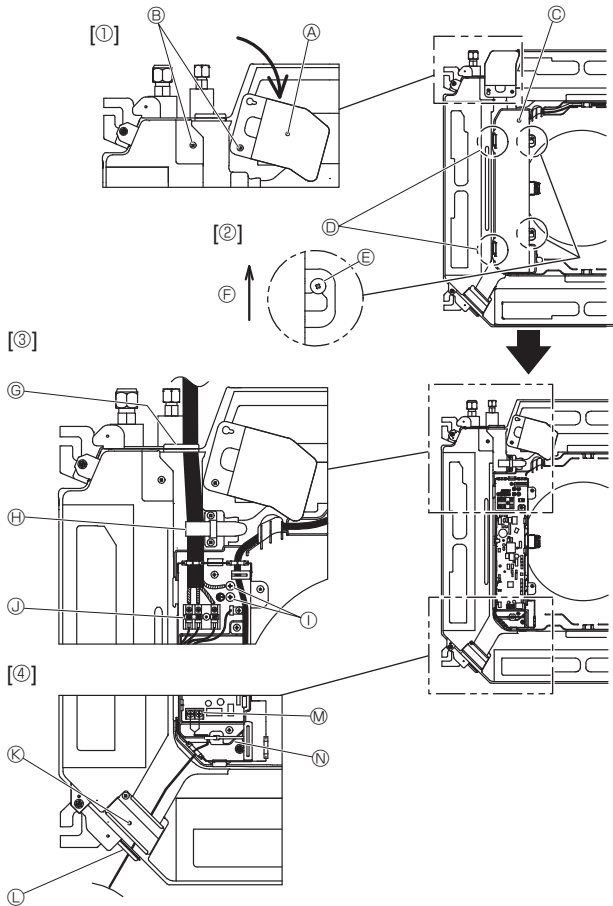
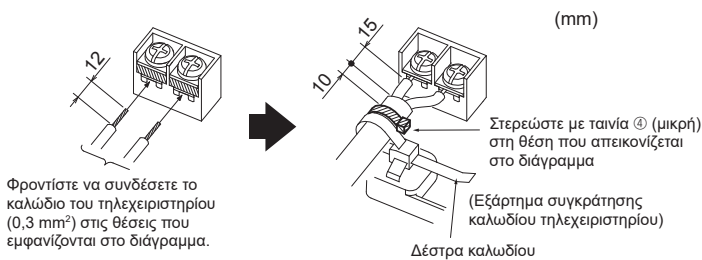

Fig. 6-1
Fig. 6-3
6.1. Εσωτερική μονάδα (Fig. 6-1)
1. Ξεσφίξτε τις δύο βίδες που ασφαλίζουν το πλαίσιο συντήρησης της ηλεκτρικής καλωδίωσης και, έπειτα, στρέψτε το πλαίσιο συντήρησης. [Fig. 6-1 ①]
2. Ξεσφίξτε τις δύο βίδες που ασφαλίζουν το κάλυμμα του ηλεκτρικού κουτιού και, έπειτα, σύρετε το κάλυμμα. [Fig. 6-1 ②]
3. Περάστε το καλώδιο τροφοδοσίας, το καλώδιο σύνδεσης εσωτερικής/εξωτερικής μονάδας και το σύρμα γείωσης μέσω των εισόδων καλωδίωσης που αναφέρονται στο διάγραμμα. [Fig. 6-1 ③]
Αν δεν μπορείτε να χρησιμοποιήσετε στρογγυλούς πτυχωτούς ακροδέκτες, δείτε Fig. 6-3 έως 6-6.
4. Περάστε και συνδέστε το καλώδιο τηλεχειριστηρίου μέσω των αντίστοιχων εισόδων που δίνονται στο διάγραμμα. [Fig. 6-1 ④, Fig. 6-3]